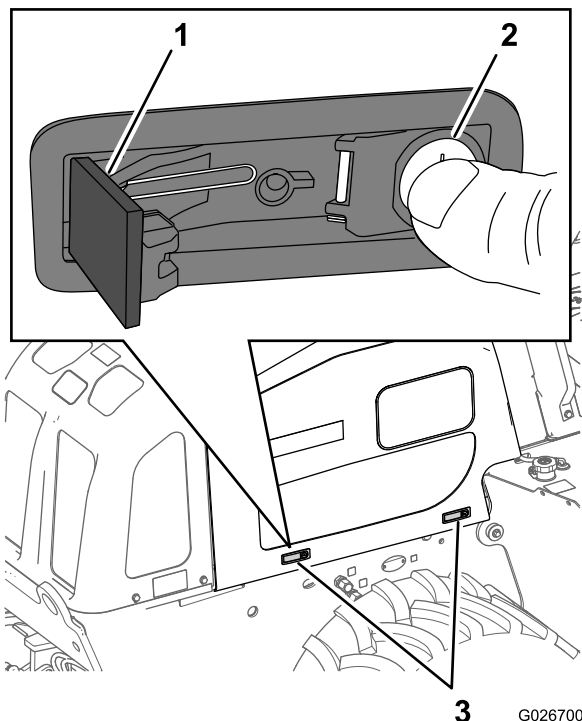

Figure 65
- Appuyez sur le bouton de chaque verrou, c'est-à-dire sur la partie comportant le barillet de serrure (Figure 65).
- Fermez le verrou en appuyant sur le levier de fermeture (Figure 65).